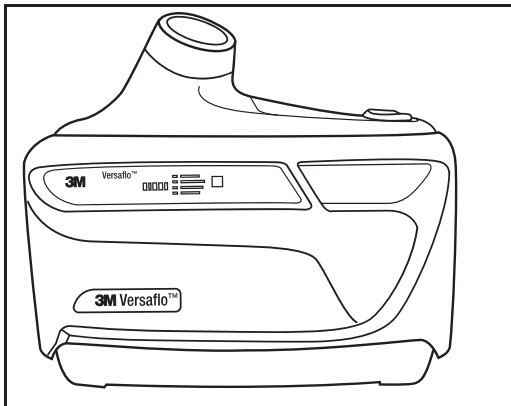

Fig. 14 Respirador Purificador de Ar Motorizado TR-600 Versaflo™ da 3M™ com a etiqueta do filtro/cartucho visível
- Se a capa do filtro for usada, a etiqueta do filtro/cartucho precisa estar visível na janela da capa do filtro (Fig. 14).